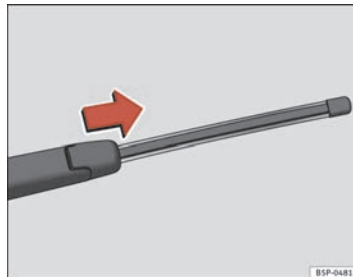

Fig. 150 Retirar a escova do limpa-vidros traseiro
- Afastar o braço do limpa-vidros traseiro do vidro ⇒ **fig. 150**.
- Deslizar o adaptador da escova na direcção da seta e retirar a escova ⇒ **fig. 150**.